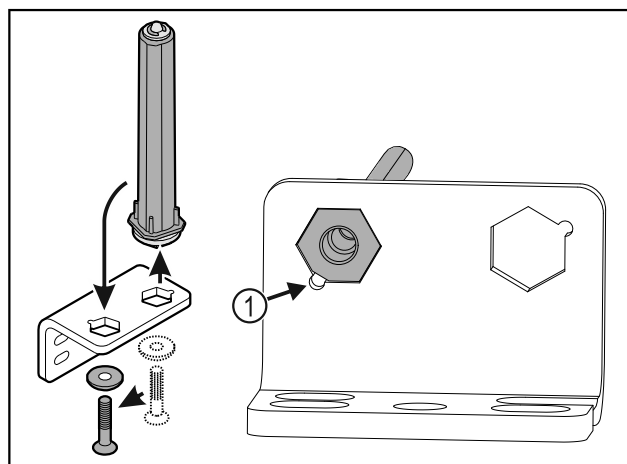

Fig. 40
- ▶ Pöörake tähelepanu sellele, et sissepanemisel on poldi kaldpind Fig. 40 (1) ümara ava poole.